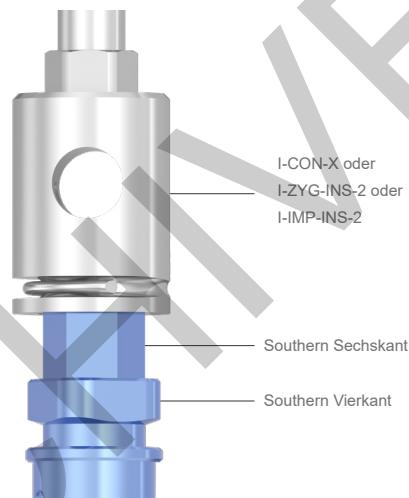
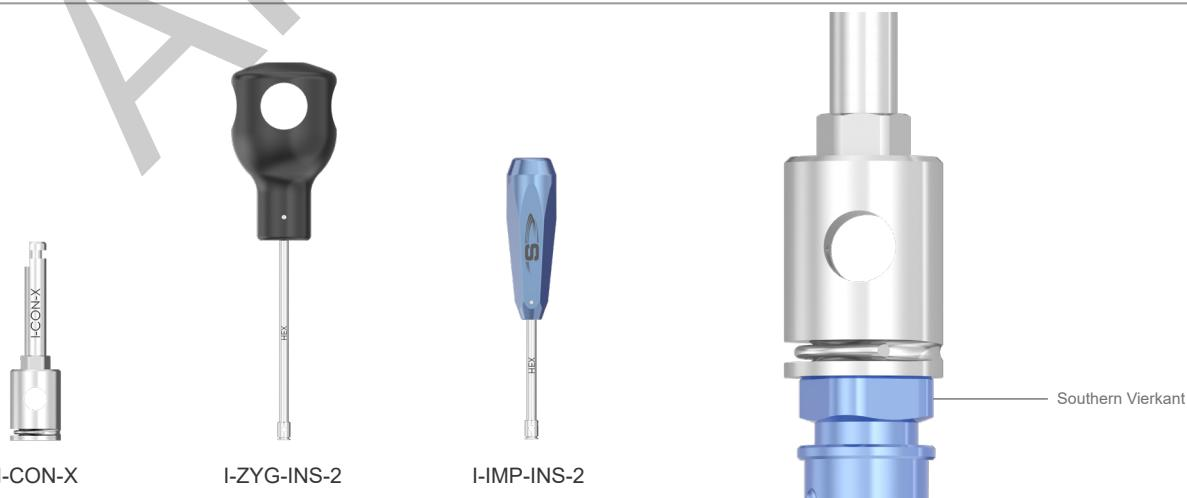

Abbildung 2: Nicht vollständig eingerastet I-CON-X/I-ZYG-INS-2/I-IMP-INS-2
Abbildung 3: Vollständig eingerastet I-CON-X/I-ZYG-INS-2/I-IMP-INS-2
2. Sicherstellen, dass die I-CON-X oder I-CONU-X/XS vollständig eingerastet ist (Abb. 3). Sollte der I-CON-X oder I-CONU-X/XS nicht vollständig eingerastet sein, wie in (Abb. 2) dargestellt, kann es zu einer Beschädigung des Einsetzwerkzeugs und/oder der Halterung der Vorrichtung kommen.
Das I-CON-X/I-ZYG-INS-2/I-IMP-INS-2 rastet in den Southern Sechskant der Montagevorrichtung ein. Diese Abbildung zeigt eine nicht vollständig eingerastete Halterung, bitte fahren Sie nicht fort. (Abb. 3) zeigt die richtige Einrastung.